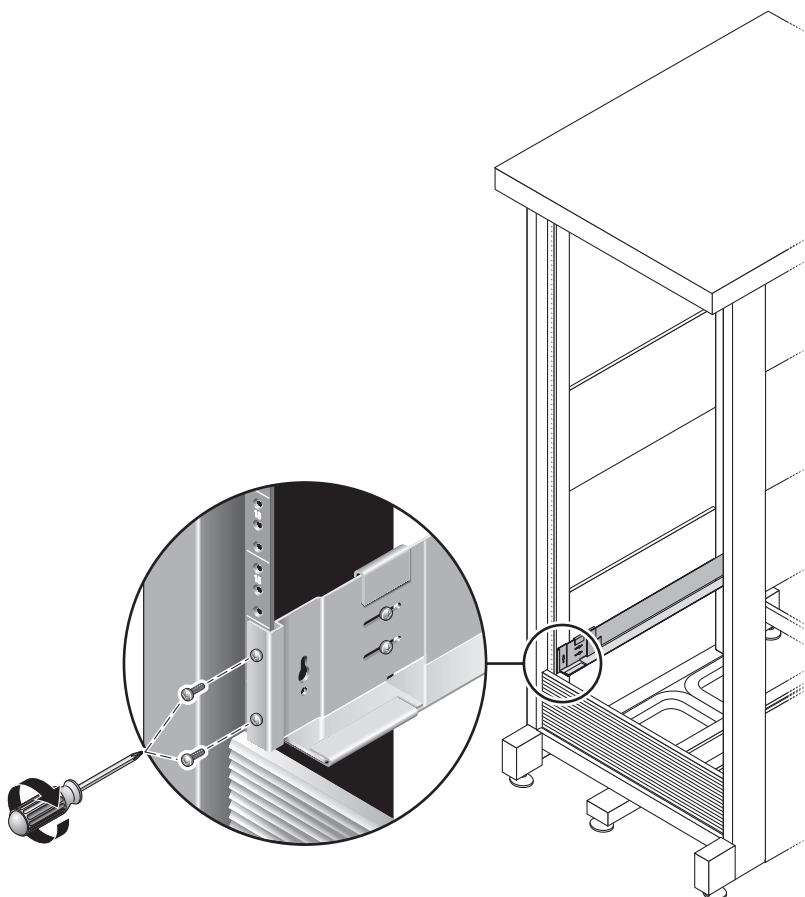

FIGURA 2-11 Fijación de la guía derecha al montante posterior del armario
7. Utilice el destornillador Phillips del 3 para introducir y apretar los tornillos M6 en el extremo posterior de la guía (FIGURA 2-11).